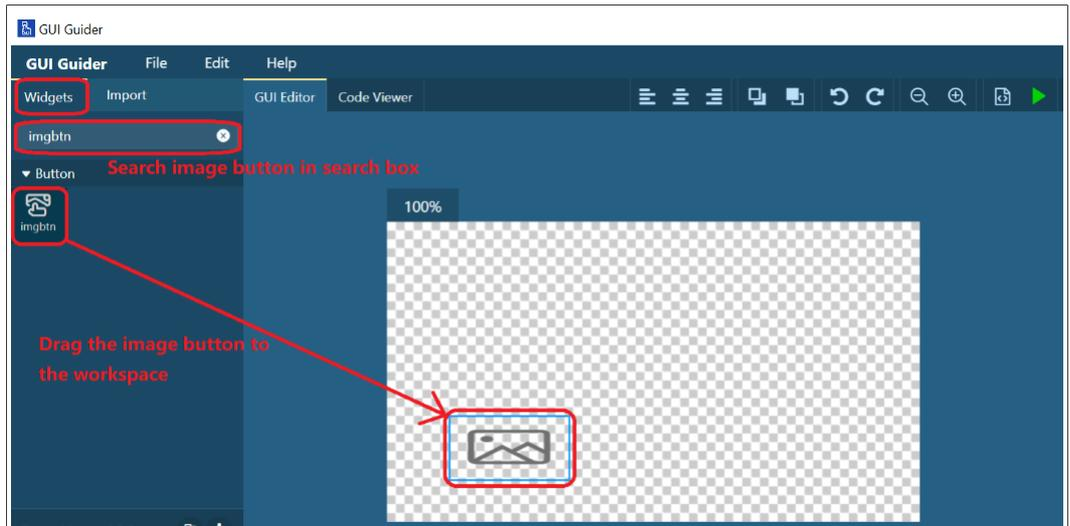

图 13. 将图像按钮添加到工作区
1. 在 **Widgets** (构件) 选项卡的搜索框中输入 **imgbtn**，然后将该图像按钮拖到工作区，如图 13 所示。